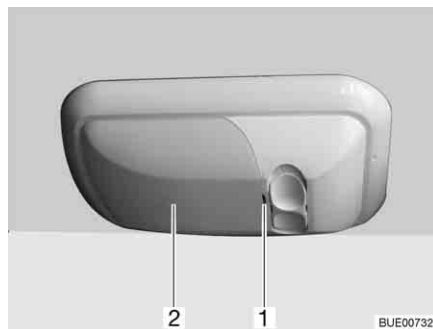

Fig. 207 Eclairage du garage
- Soulever prudemment le couvercle (Fig. 207,2) avec un outil approprié (p. ex. tournevis) au niveau de l'encoche (Fig. 207,1) et le retirer.